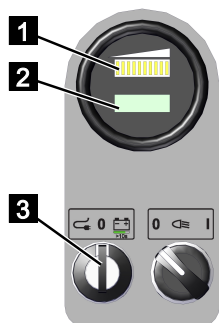

Abb. 66
2. Den Schlüsselschalter (Abb.66/3) auf Batteriebetrieb stellen.
3. Im Display (Abb.66/2) werden die Betriebsstunden angezeigt.
4. Über die Ladeanzeige (Abb.66/1) kann der Ladezustand kontrolliert werden. Gegebenenfalls die Batterien laden.